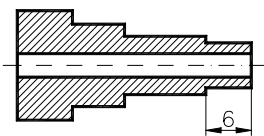

Fig. U10.16
4. Trebuie continuată cotarea desenului din Fig. U10.16 ca în Fig. U10.17. Care dintre opțiunile de cotare din meniul derulant *Dimension* trebuie utilizată?